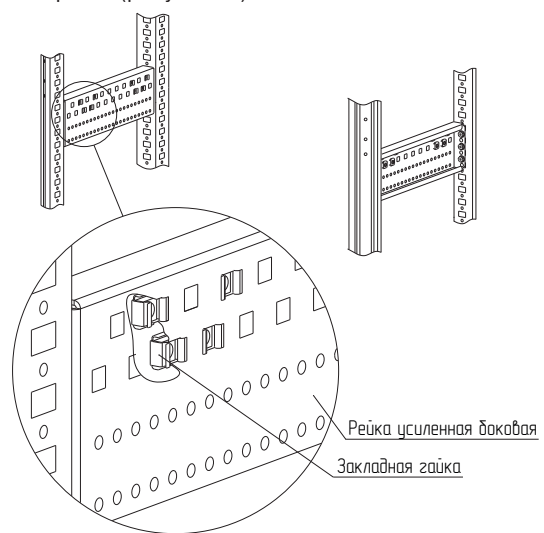

Рисунок 37
4.21.2 Установите закладные гайки в рейки боковые усиленные в соответствующие отверстия (рисунок 37).